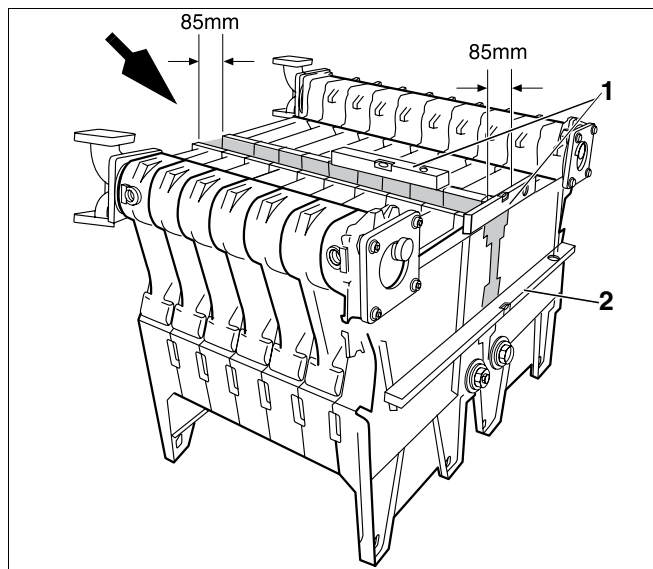

Fig. 28 Orientarea blocurilor de cazan
Săgeata din fig. 28 prezintă partea frontală a ambelor blocuri de cazan.
- Blocurile de cazan se orientează orizontal și vertical cu ajutorul elementelor ajutătoare (fig. 28, **poz. 1**) (fig. 28, **poz. 2**).